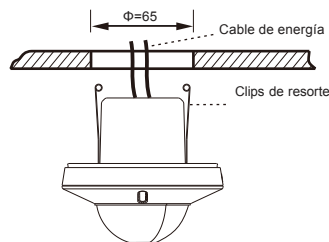

FIG. 11
3.4.2.4 Cierre los dos clips de resorte del detector e inserte el detector en el orificio perforado en el techo (vea la FIG. 11).